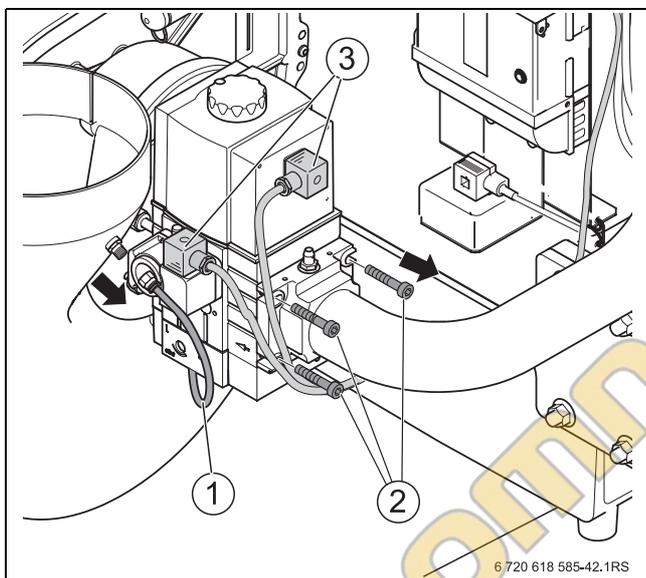

Рис. 55 Отсоединение подключений газовой арматуры
- ▶ Разъедините электрические соединения на газовой арматуре и вентиляторе (→ рис. 55, стр. 51).